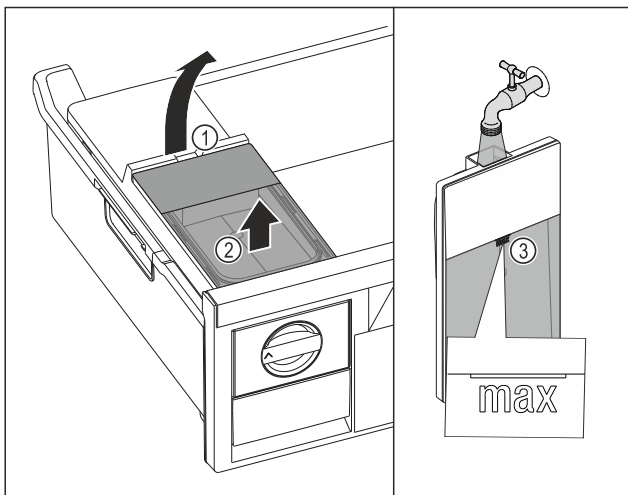

Fig. 72
- ▶ Zvedněte nádržku na vodu za vybrání Fig. 72 (1).
- ▶ Vyjměte nádržku na vodu nahoru. Fig. 72 (2)
- ▶ Naplňte nádržku na vodu pitnou vodou až po značku Fig. 72 (3).